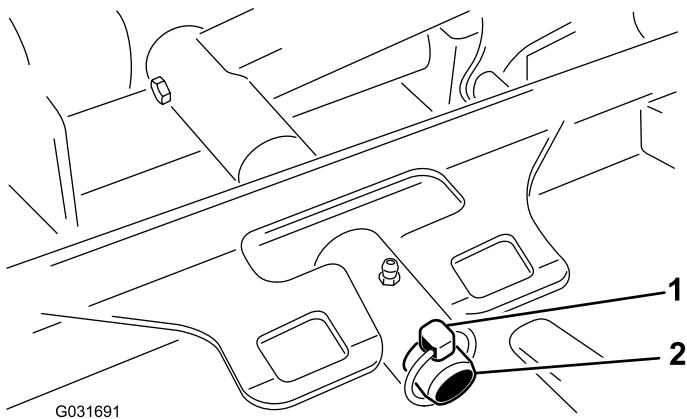

Figura 60
3. Retire el pasador de seguridad que sujeta el bastidor de tiro de la carcasa a la barra de giro del brazo de elevación (Figura 60).
3. Desplace el bastidor de tiro de la carcasa sobre la barra de giro del brazo de elevación y fíjelo con el pasador de seguridad (Figura 60).